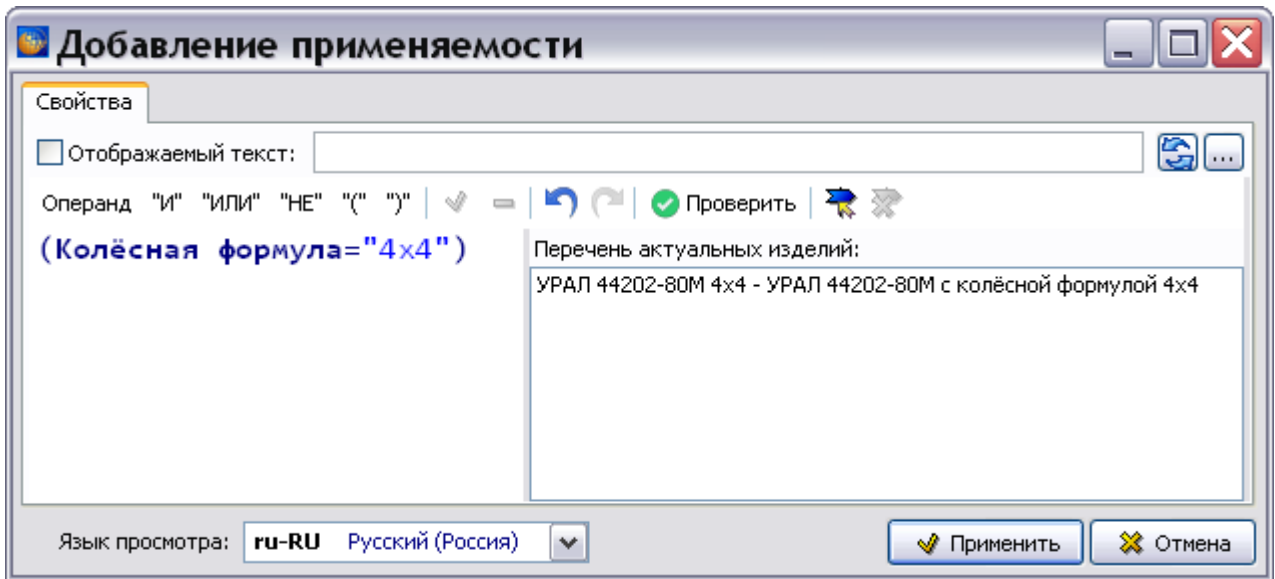

Рисунок 677
6) Нажмите на кнопку **Применить**. В окне **Добавление применяемости** отобразятся введенные данные (рисунок 677).